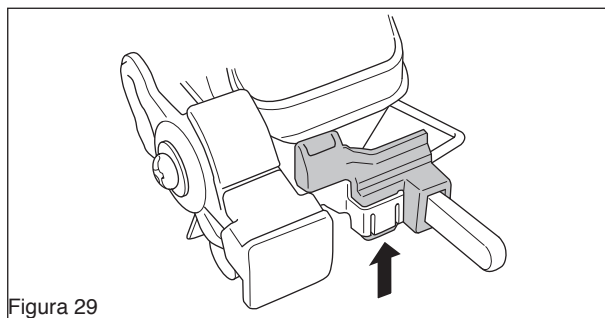

Figura 29
2. Desmonte el soporte de la empuñadura. (Ver la figura 29.)